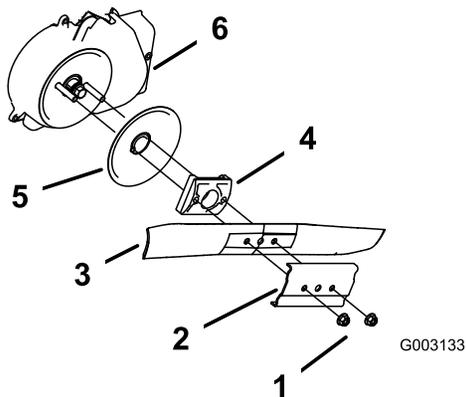

図 24
3. ブレードナット2個とスティフナを取り外す **図 24。**
4. ブレードを取り外す **図 24。**
5. 新しいブレードを取り付ける **図 24。**